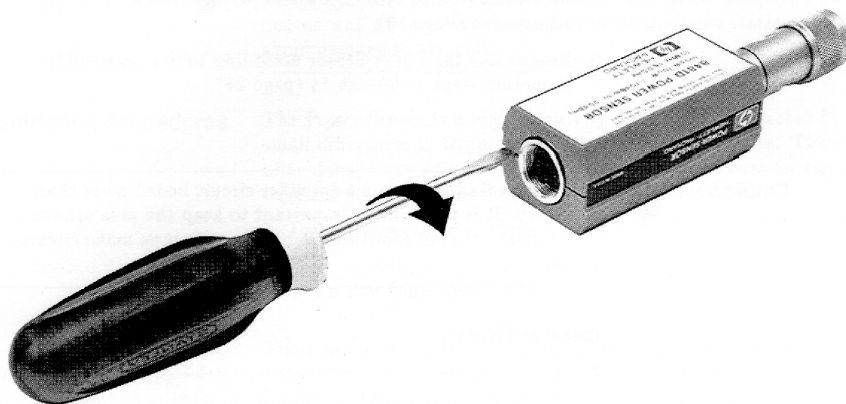

Figure 22 **Retrait de la coque du capteur de puissance**
- 1 À l'arrière du capteur de puissance, insérez la lame d'un tournevis entre les coques en plastique du boîtier (voir Figure 22). Pour éviter d'endommager ces coques en plastique, servez-vous d'une lame de tournevis aussi large que la fente située entre les deux coques.